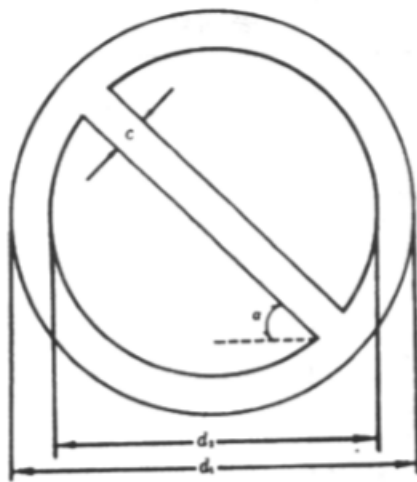

图 1 禁止标志的基本型式
4.1.2 禁止标志的基本形式是带斜杠的圆边框，如图 1 所示：